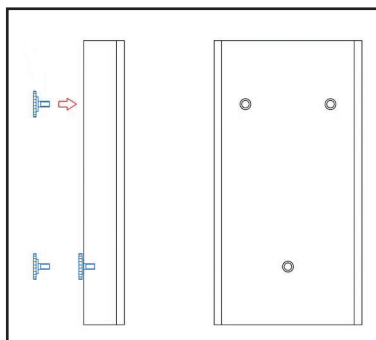

Bild 18
- 2) Skruva de tre fingerskruvarna bak på G20-20 (bild 18).